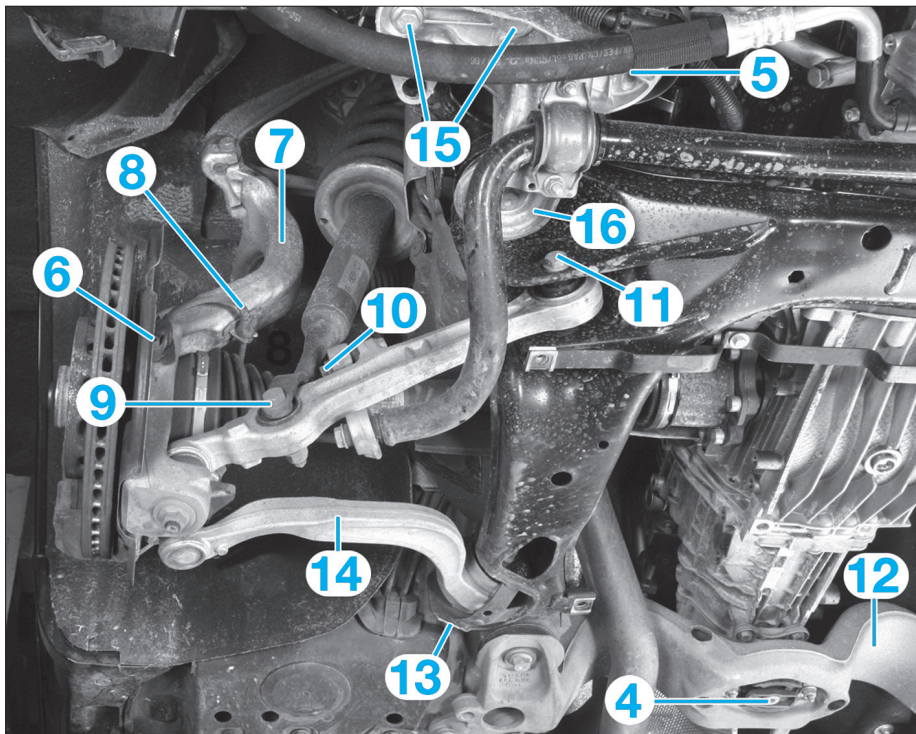

Fig. 17
- Dévisser les écrous du palier de boîte de vitesses (4) (Fig.17).
- Dévisser les écrous (5) du support moteur.